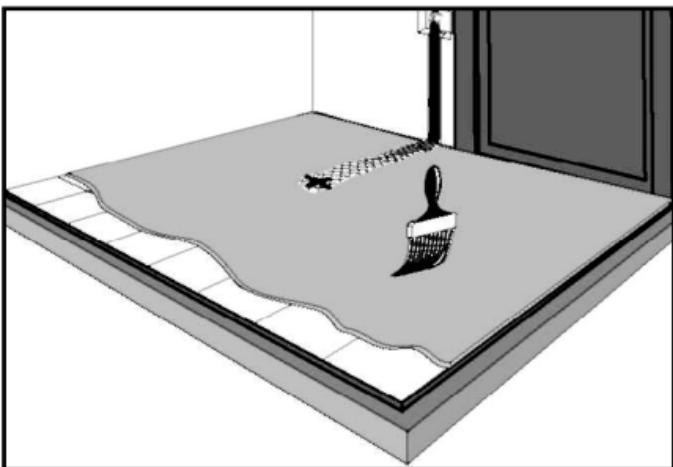

Рис. 2
- 8) Подготовленную поверхность рекомендуем покрыть грунтовкой глубокого проникновения. Сильно впитывающие поверхности грунтуются два раза. Дайте поверхности высокнуть (рис. 2).